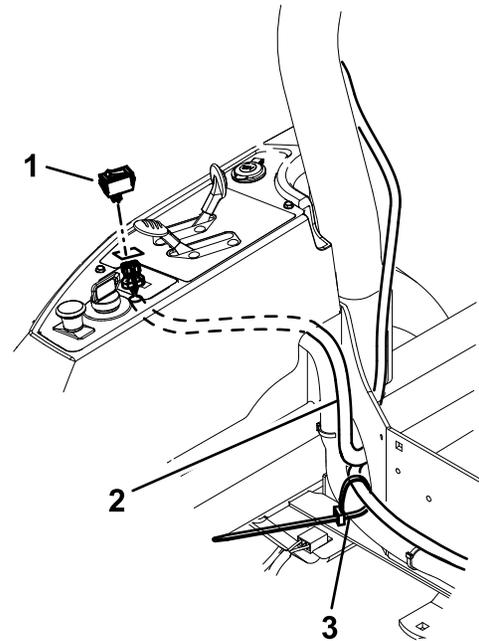

Figura 5
8. Enrute el arnés de cables de las luces por debajo del bastidor de montaje del ROPS, y pase los cables por el hueco rectangular del panel de control (Figura 5).
9. Coloque el interruptor de las luces encima del panel de control y conéctelo al arnés de cables de las luces (Figura 5).
11. Sujete el arnés de las luces al arnés principal con bridas, sin apretar las bridas del todo (Figura 5).